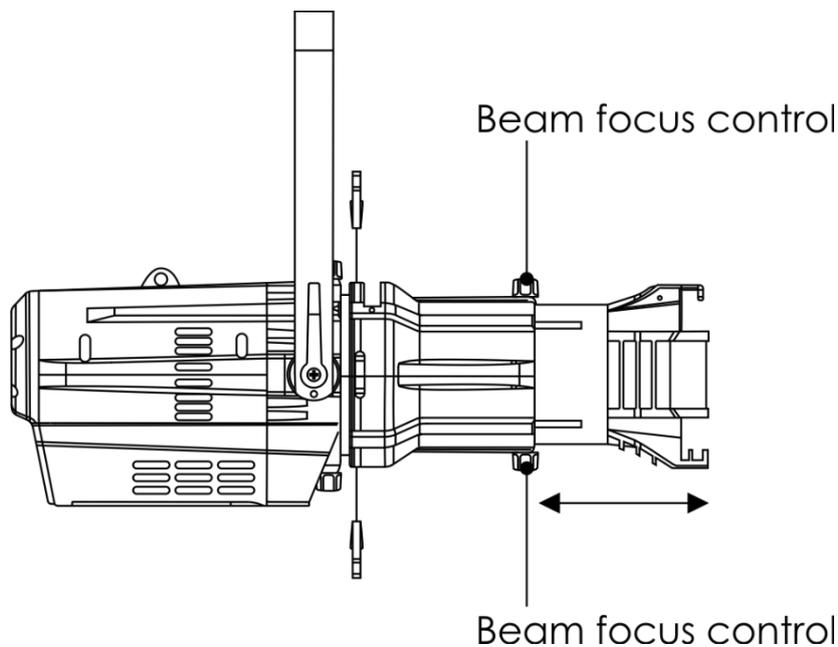

Fig. 05
- 01) Allentare i comandi per la messa a fuoco del fascio che si trovano sotto al tamburo (fig. 05).